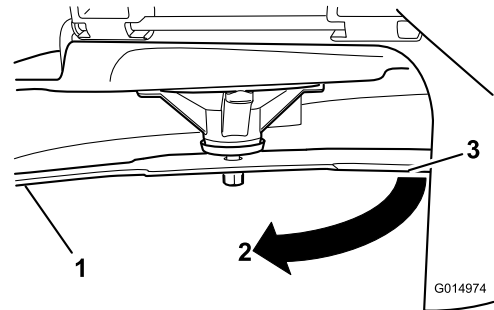

**Figure 87**
2. Enfilez des gants épais ou utilisez une autre protection adéquate pour les mains, et faites tourner la lame lentement jusqu'à une position permettant de mesurer la distance entre le tranchant et la surface plane sur laquelle se trouve la machine (Figure 87).